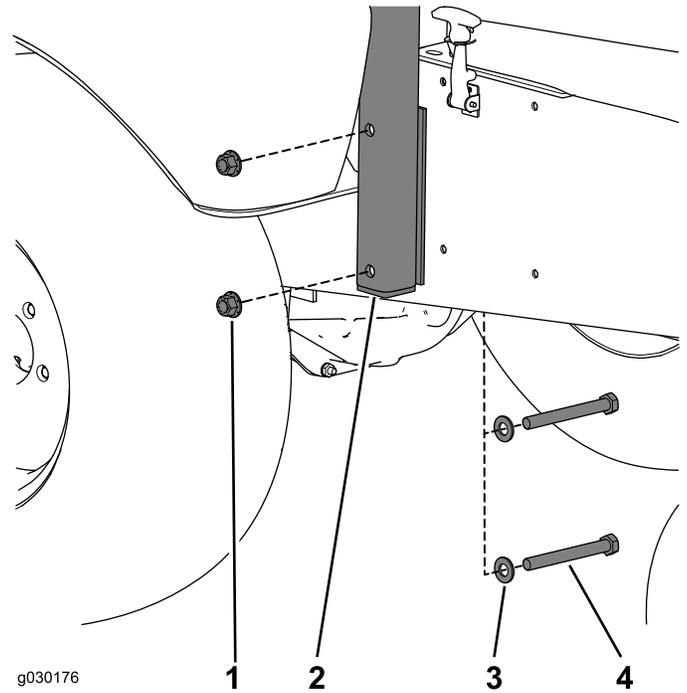

Figure 2
8. Déposez le système antiretournement (ROPS) de la machine (Figure 2).